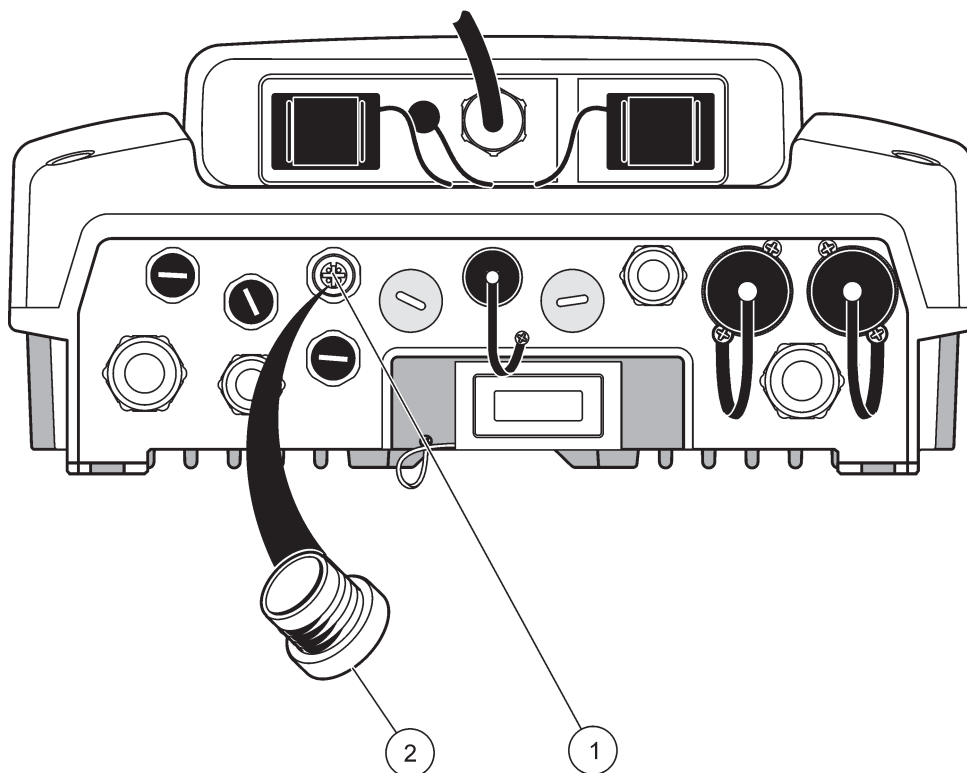

Figura 33 Extracción de la cubierta protectora
1. Desatornille la cubierta de protección en el tomacorriente del controlador (Figura 33). Retenga la cubierta protectora. Cuando retire la sonda, vuelva a ajustar la cubierta protectora.